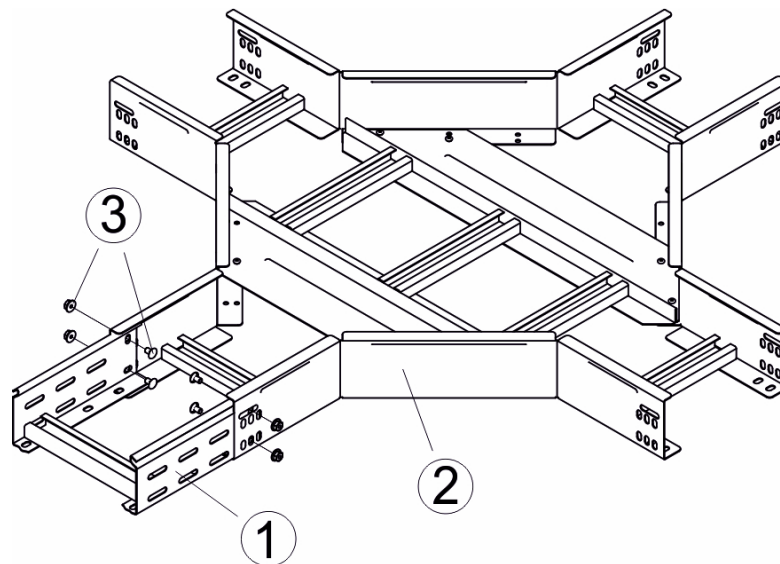

Рисунок 36
7.7.1 Вставить лоток позиция 1 в крестовину лестничную. позиция 2 (рисунок 36).